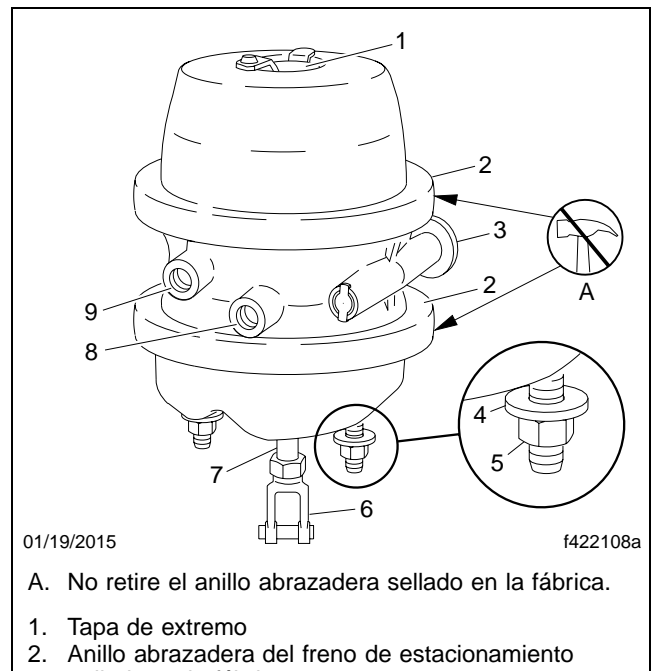

Fig. 3, Cámara de freno Haldex Life Seal
4. Consulte la **Fig. 3** para identificar las piezas de la cámara de freno. Libere manualmente el freno de estacionamiento (enjaule el resorte de fuerza).